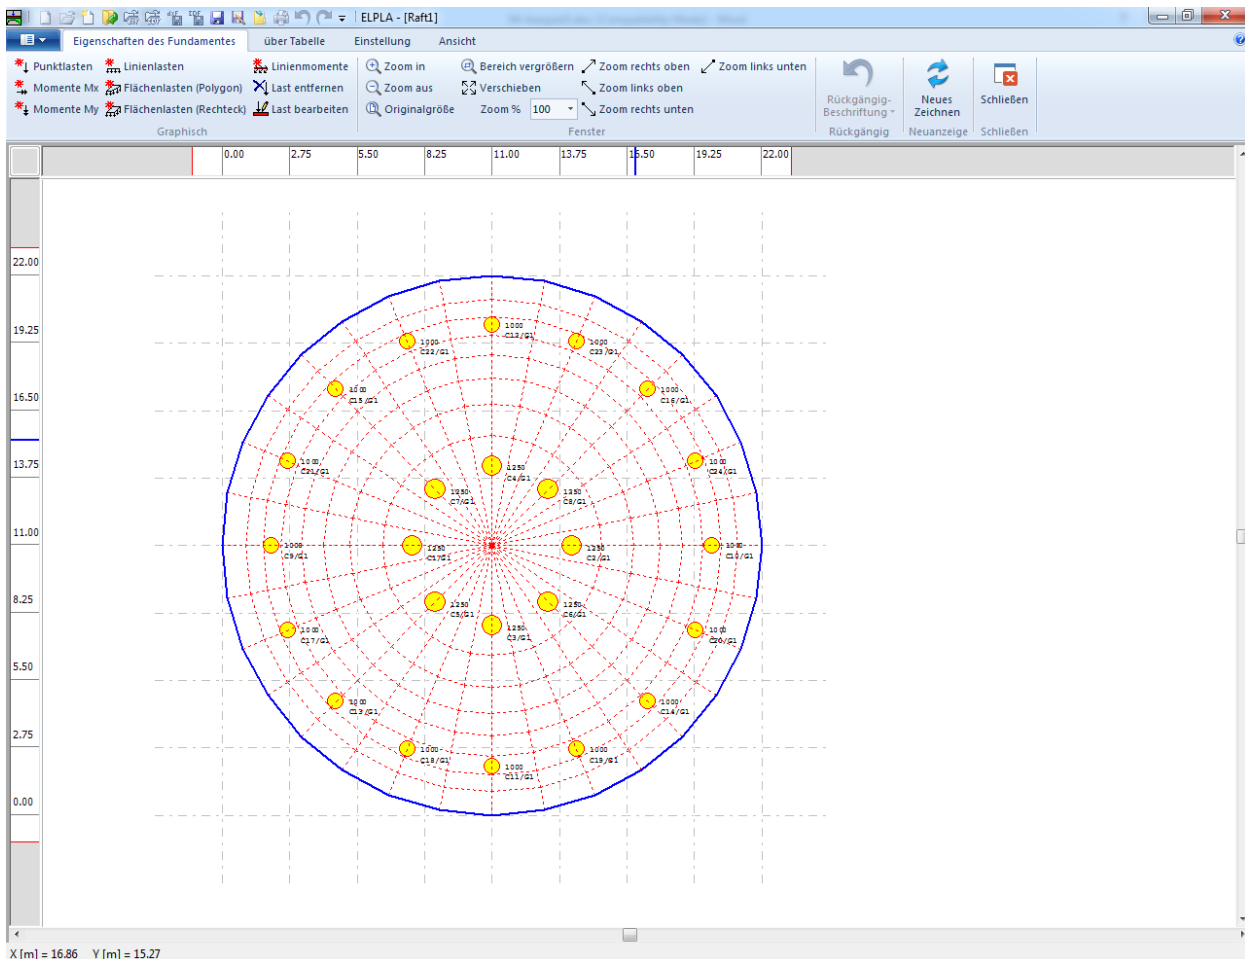
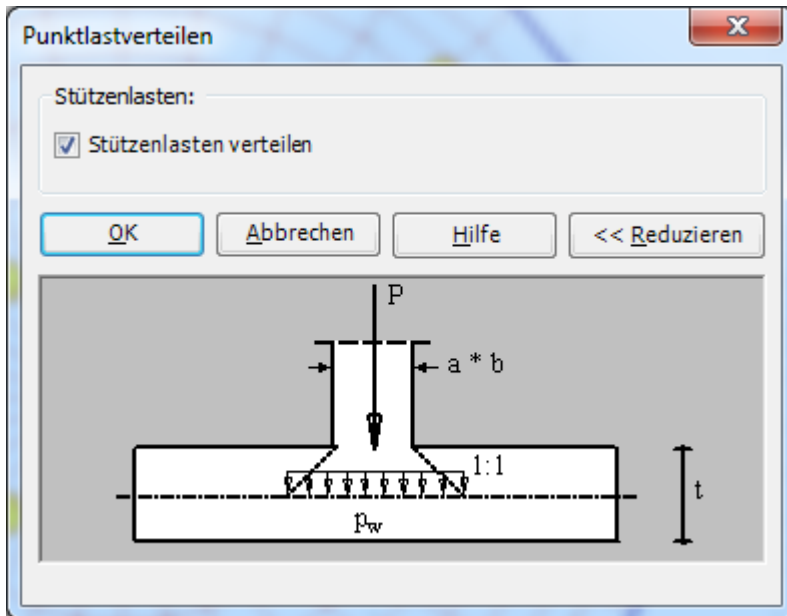

Bild 3.25 Lasten auf dem Bildschirm
Bild 3.26 Dialogfeld "Punktlastverteilen"
Nach der Definition aller Lastdaten sollte der Bildschirm wie das folgende Bild 3.25 aussehen.
- Wählen Sie den Befehl "Punktlastverteilen" aus dem Menü "über Tabelle" im Fenster von Bild 3.25. Das folgende Dialogfeld im Bild 3.26 erscheint
- In diesem Dialogfeld im Bild 3.26, Wählen Sie "Stützenlasten verteilen" Kontrollkästchen
- Wählen Sie "Speichern" aus dem "Datei"-Menü im Bild 3.25, um die Lastdaten zu speichern